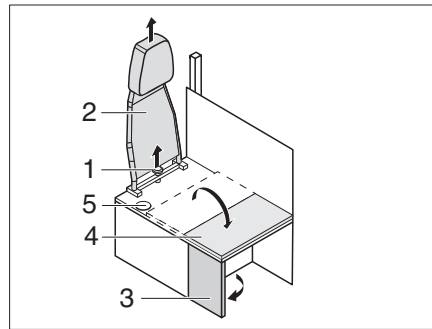

Fig. 200 Transformación del funcionamiento con el vehículo en marcha al funcionamiento para vivir y estar
- Desatornillar el tornillo de estrella (Fig. 200,1) y retirar el respaldo (Fig. 200,2) hacia arriba.
- Desplegar la pared lateral (Fig. 200,3).
- Plegar la prolongación del banco (Fig. 200,4) sobre la pared lateral.
- ▷ Para la transformación del funcionamiento para vivir y estar al funcionamiento con el vehículo en marcha proceder en orden inverso al descrito. Asegurar que el cinturón de seguridad se introduce a través de la abertura (Fig. 200,5).